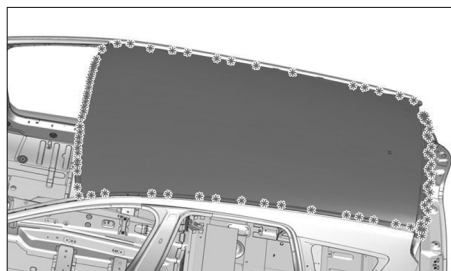

FIG. 131
- Fraiser les points de soudure (Fig.131).